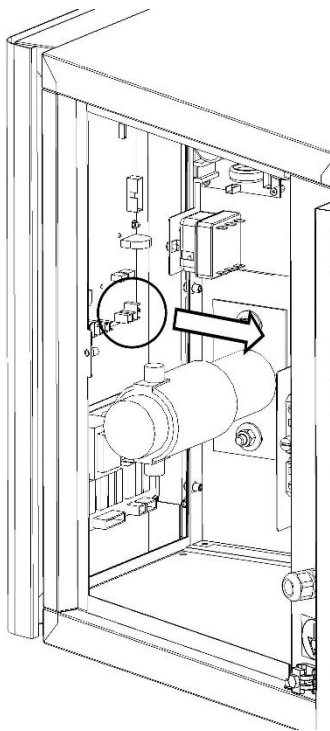

Fig.10A
3. Die elektrischen Anschlüsse an der Basiskarte (Abb. 10A) trennen.